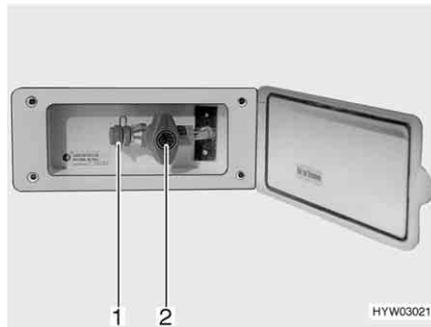

Fig. 99 Toma exterior de gas, válvula de paso de gas cerrada
La toma externa de gas (Fig. 99) está, en función del modelo, en la parte trasera o en el lado izquierdo o derecho del vehículo.
- Conectar el aparato de gas externo en el punto de conexión (Fig. 99,1).
- Abrir la válvula de paso de gas (Fig. 99,2).